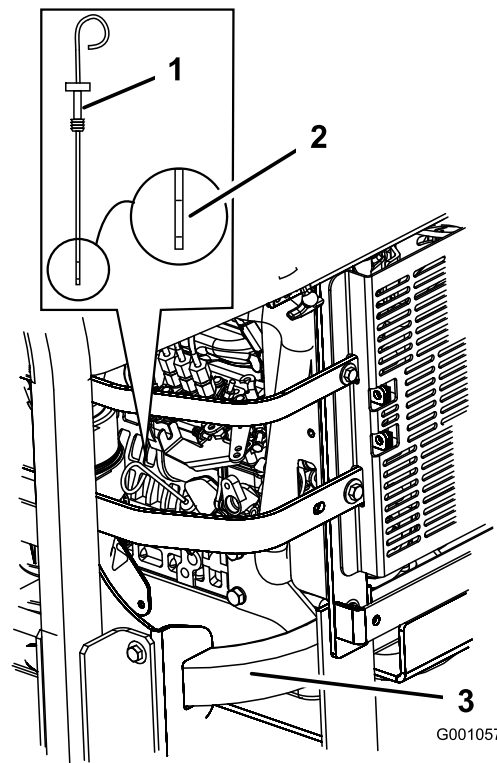

Figure 35
- Nettoyez la surface autour de la jauge d'huile (Figure 35) pour éviter que des impuretés ne s'introduisent dans le goulot de remplissage, ce qui risquerait d'endommager le moteur.
- Sortez la jauge d'huile et essuyez soigneusement l'extrémité métallique (Figure 35).
- Enfoncez la jauge complètement dans le goulot de remplissage. Ressortez la jauge et examinez l'extrémité métallique (Figure 35). Si le niveau est bas, versez lentement une quantité d'huile suffisante dans le trou de remplissage pour amener le niveau au repère du plein.